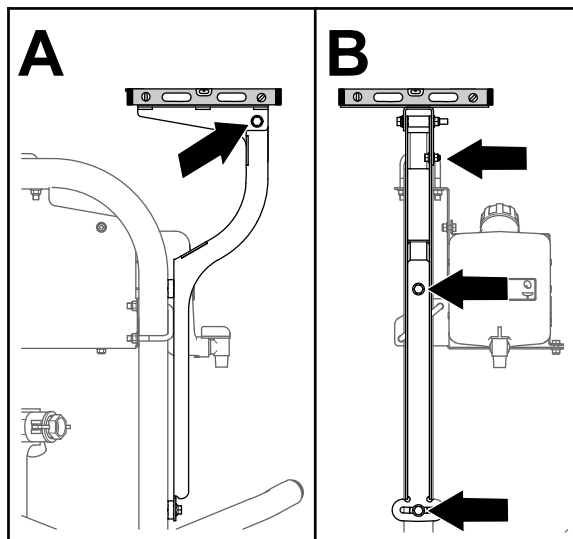

図 157
3. 受信機プレートを左右水平にする 図 157。
5. 受信機プレートを前後水平にする 図 157。